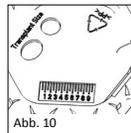

Abb. 10
■ **Abb. 1b/10** Die eingearbeiteten Schablonen auf der Rückseite der Sizer Disk (Abb.1b) zeigen die Minimalgröße des Transplantats zur Unterfütterung des Trommelfells (Abb. 10). Oval: bei ovaler Prothesenkopfplatte; Rund: bei runder Prothesenkopfplatte
■ **Abb. 10** Die Millimeterskala dient allgemeinen Vergleichsmessungen, die im Rahmen einer Mittelohroperation hilfreich sein können. Grundsätzlich kann die Rückseite auch als Ablage oder Präparationsfeld für diverse Vorgänge, wie z.B. der Transplantatbearbeitung oder der Zwischenlagerung, verwendet werden.
■ **Fig. 1b/10** The integral templates on the back of the sizer disk (Fig. 1b) correspond to the minimum size of the graft for lining the tympanic membrane (Fig. 10).
■ **Fig. 10** The millimetre scale is used for general comparative measurements, which might be useful during a middle ear operation. Basically, the back can also be used as storage space or a preparation field for various processes, such as working on the graft or for temporary storage.